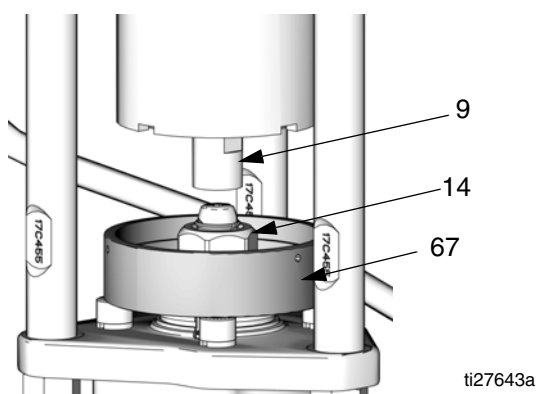

FIG. 9. Colocación del colector
2. Ponga el motor en modo JOG (movimiento momentáneo) para mover el pistón de corredera (9) hacia arriba, proporcionando espacio suficiente para ajustar el colector (67) entre la caja de control y la varilla del pistón.
3. Vea la FIG. 9. Coloque en posición el colector (67) sobre la tuerca de acoplamiento (14) y déjelo caer en la varilla del pistón de la bomba.